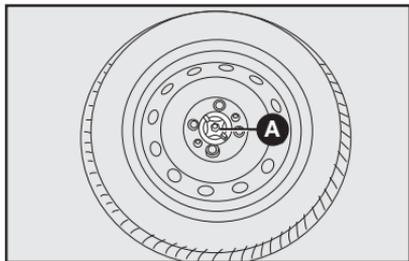

fig. 14
- Fixar a roda com o dispositivo de bloqueio **A-fig. 14**.
**ADVERTÊNCIA:** para versões do modelo que têm roda em liga e estepe em chapa, não utilizar o dispositivo de bloqueio **A-fig. 14**, pois ele é dimensionado para estepe com roda em chapa de aço, não permitindo a fixação da roda em liga.